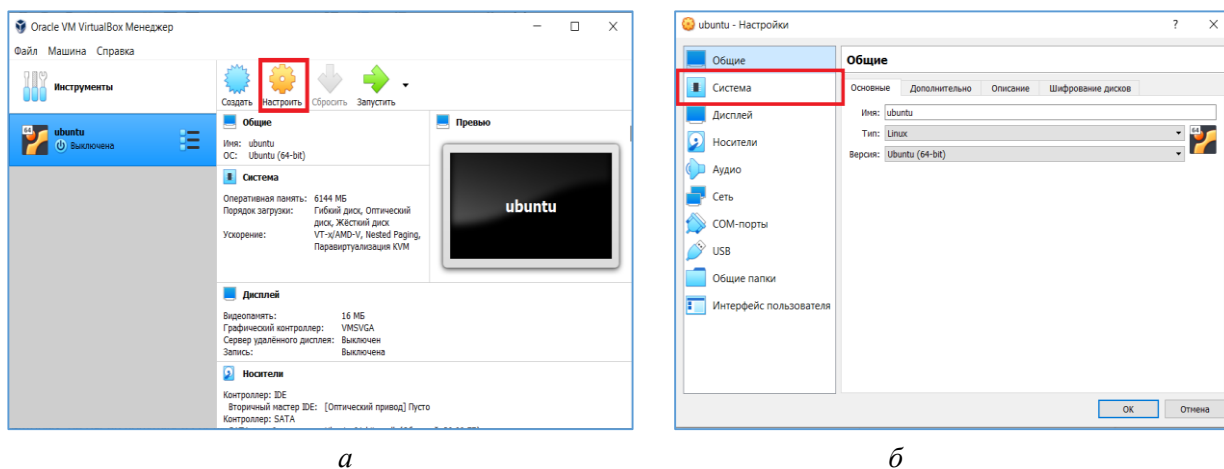

Рис. 6. Настройка виртуальной машины
6.1. Необходимо нажать кнопку «Настроить» (рис. 6, а):
6.2. Перейти в графу «Система» (рис. 6, б)